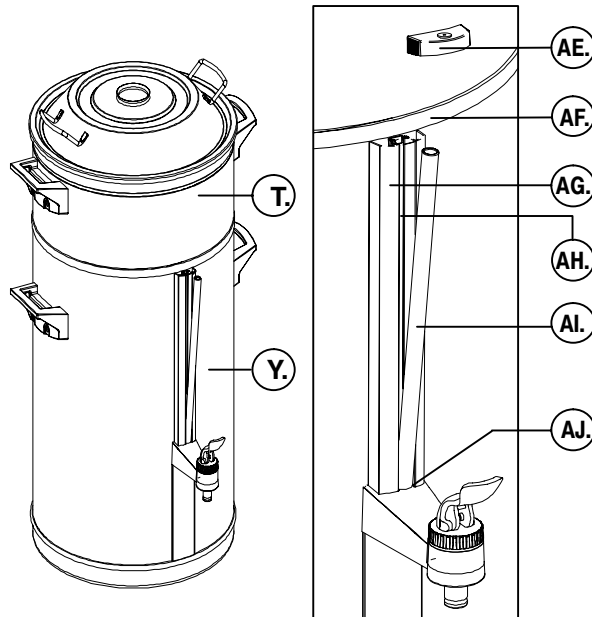

Abb. 10 Reinigung des Schauglases
- Reinigen Sie das Schauglas (Abb.10 ):